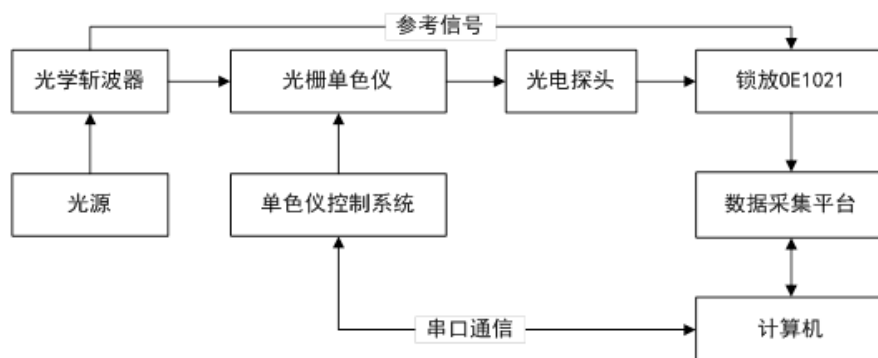

图84. 光谱测量平台示意图
3. 搭建起光谱测量平台，并用一条带 BNC 接头的信号线连接光电探头的输出接口和前面板 SIGNAL IN 的 A 接口；用另一条带 BNC 接头的信号线连接光学斩波器的同步频率信号输出接口 Sync out f1 和前面板的 REF IN 接口；用一条带 BNC 接头的信号线连接后面板的 CH1 接口和数据采集平台，示意图如图 84 所示：